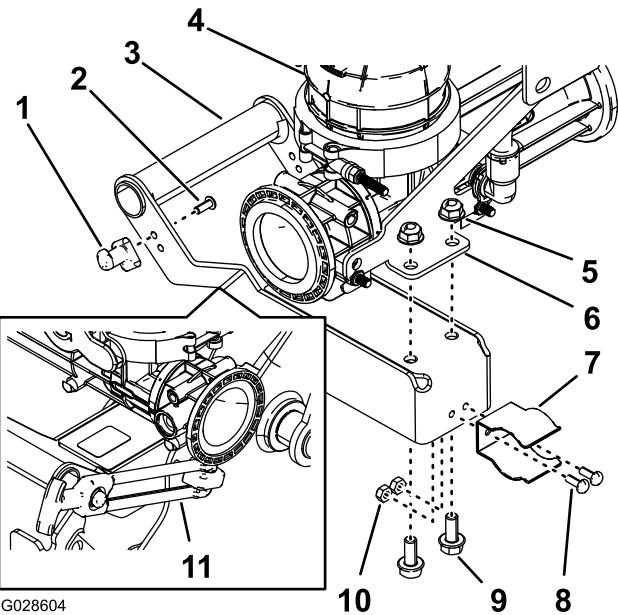

図 11
1. エダクタのハンドルにラッチポストを組み付ける 図 11 ソケットヘッドねじ #10-24 x 1/2 インチ 2本を使用する。
2. ラッチハンドルにスプリングクリップを取り付ける 図 11 ボルト #10-24 x 1/2 インチ 2本とロックナット #10-24 2個を使用する。
3. ハンドルをエダクタの取り付けプレートに組み付ける 図 11 フランジヘッドボルト 5/16 x 3/4 インチ 2本とフランジロックナット 5/16 インチを使用する。